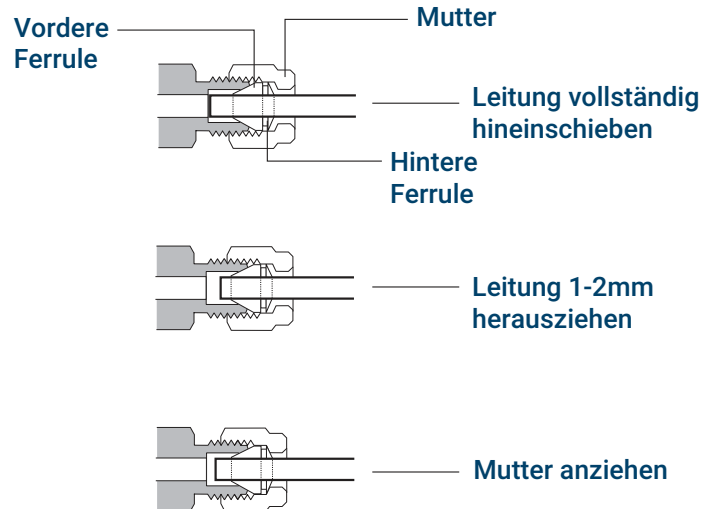

Abbildung 19. Einsetzen der Leitung
4. Schieben Sie das Rohr vollständig in den Stecker und ziehen Sie es ungefähr 1 bis 2 mm heraus (siehe **Abbildung 19**).